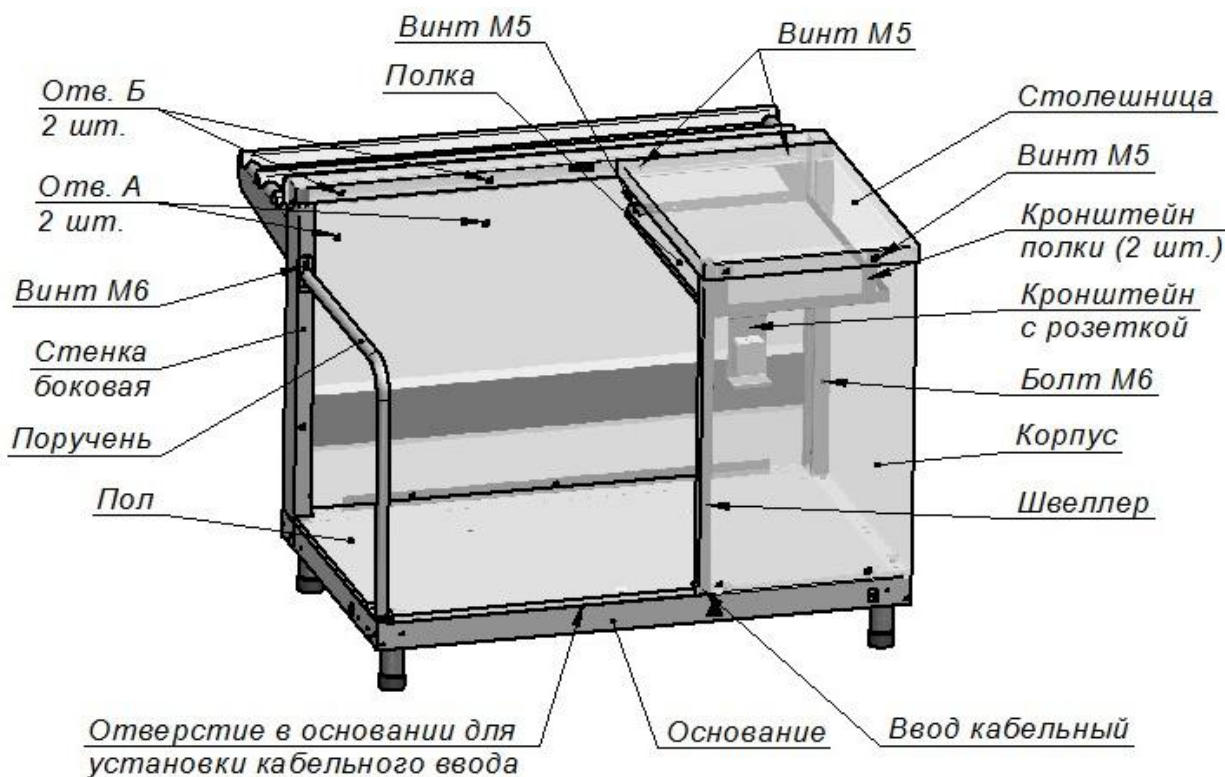

Рис. 2
1. Снять столешницу (см. рис. 2), предварительно открутив четыре винта М5 (два снаружи и два внутри).